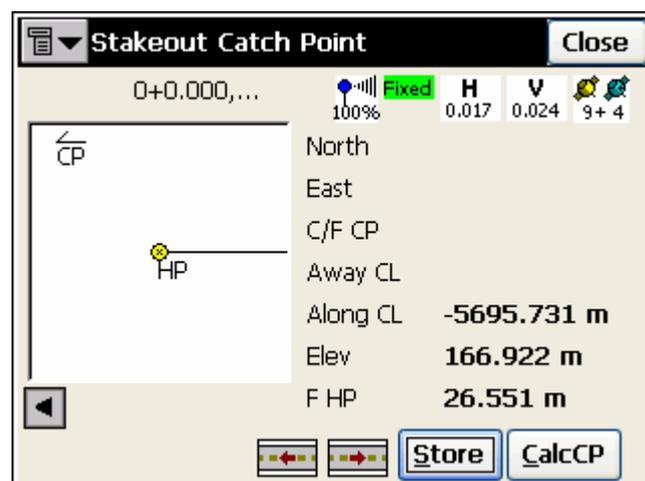

Рисунок 7-39. Вынос в натуру точки перехода
5. При работе с GPS+ приемником: при нахождении необходимой точки руководствуйтесь информацией, приводимой в окне **Stakeout Catch Point (Вынос в натуру бровки)**. Когда Вы подойдете достаточно близко к необходимой точке, нажмите кнопку **Store (Сохранить)**. Чтобы перейти к выносу натуру предыдущей/следующей точки, нажмите кнопку / соответственно (рис. 7-39).